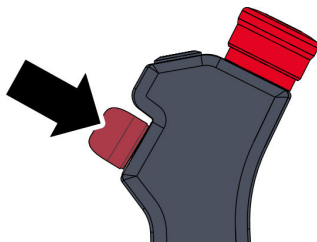

Abb. 85 Zustimmtaster betätigen
- 01. Zustimmtaster am Handcontroller in Mittelstellung betätigen und den Roboter für eine kurze Strecke manuell verfahren Abb. 85.